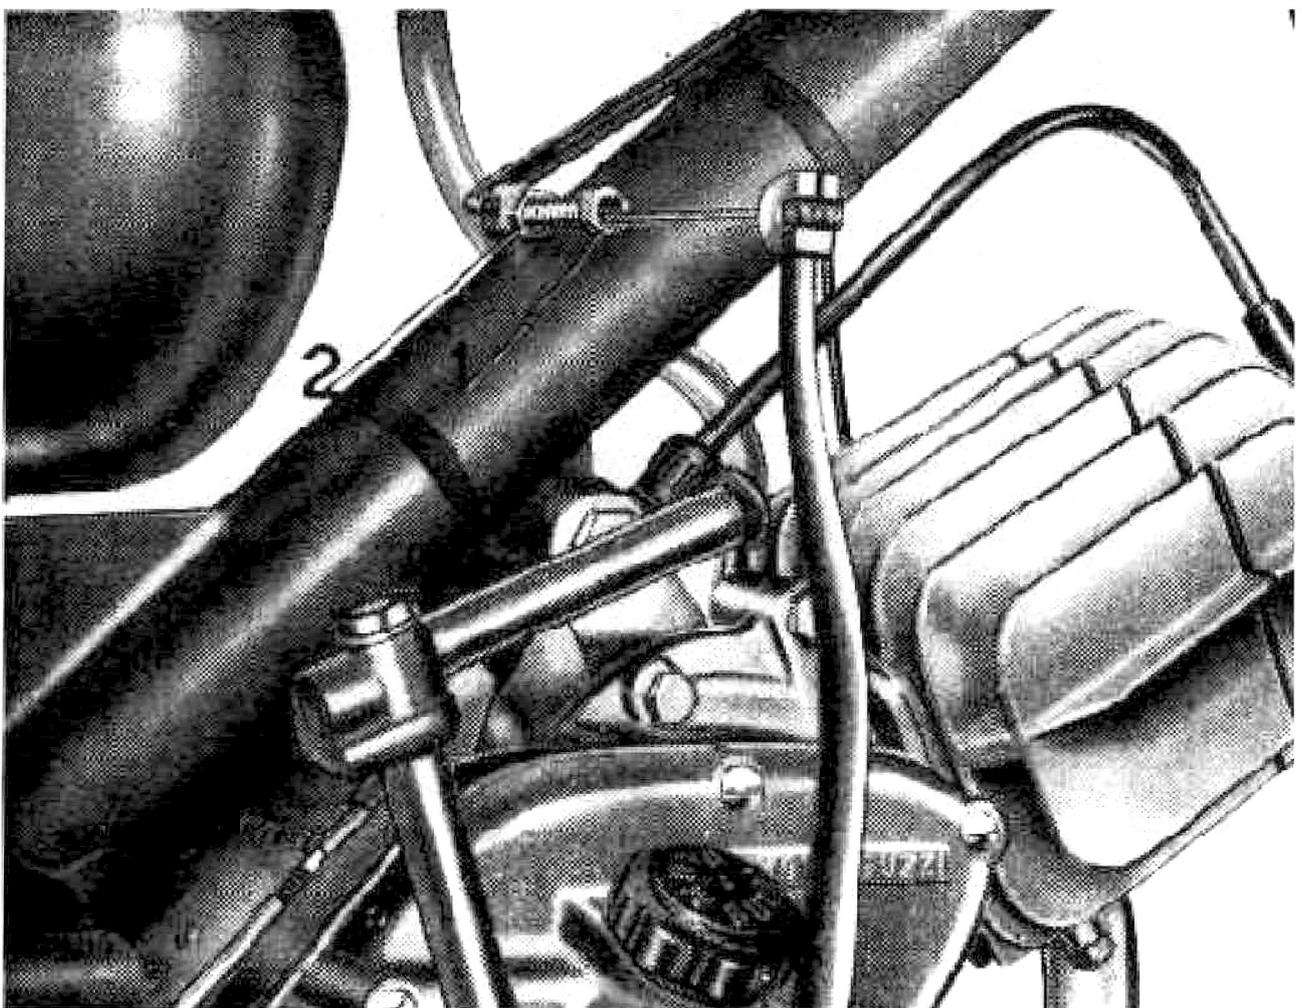

Fig. 11
Il bullone che ancora la guaina del cavo di comando frizione serve a tale scopo, ed è visibile a fig. 11 presso la sommità della leva frizione. Per togliere l'eccessivo giuoco si avvita il bullone (1) dopo aver allentato il controcado (2). La registrazione dev'essere fatta in modo che il giuoco (misurato all'estremità della leva a manc della frizione) sia di mm. 3 circa.